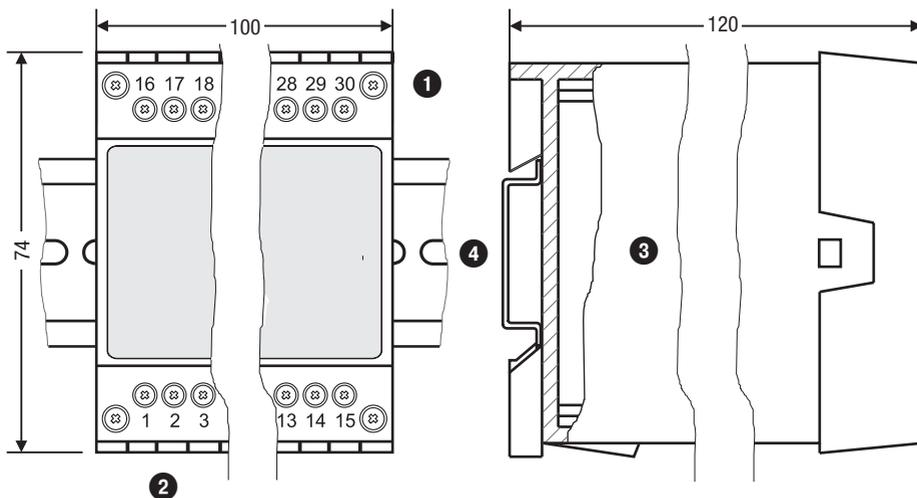

Fig. 1
Les régulateurs de conductibilité LRR 1-52, LRR 1-53 sont encliquetés dans l'armoire de commande sur une barre de support type TH 35, EN 60715. **Fig. 1** ❹